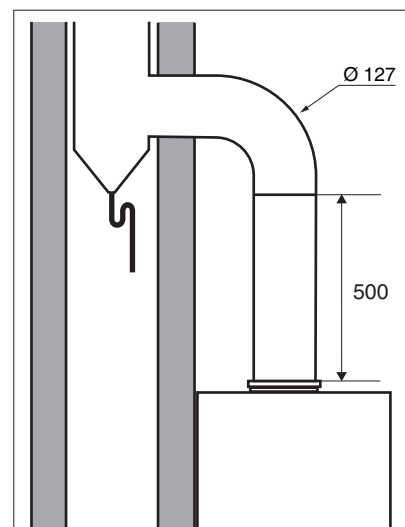

Fig. 7
- se ha previsto la conexión para encajar el tubo o el codo en el interior de la salida del cortatiro antirebufo de la caldera (ver fig. 7).